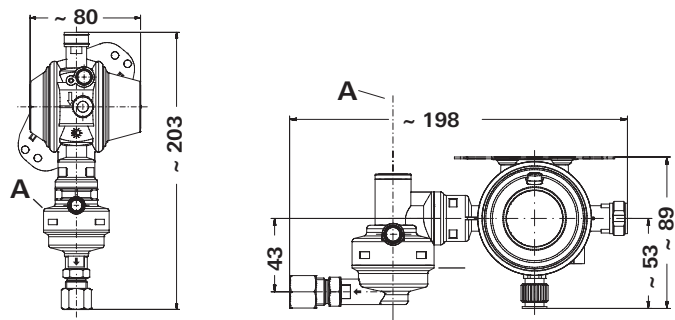

Bild 3 Maße in mm. Darstellung nicht maßstabsgerecht
- MonoControl CS muss je nach Ausführung vertikal an einer stabilen Wand oder horizontal an der Decke des Gasflaschenkastens eingebaut werden. Das **Auslöseelement** (Bild 3 – A) muss immer in **senkrechter Position** stehen.